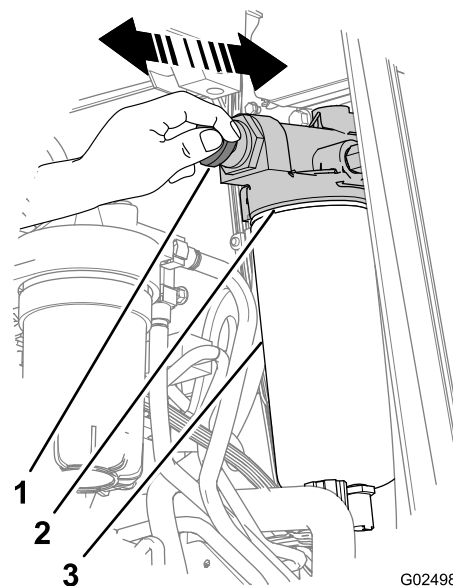

Figura 76
3. Pulite la testa della pompa del carburante e la pompa di innesco utilizzando un detergente spray ad asciugatura rapida e aria compressa (Figura 76).
4. Sbloccate la maniglia della pompa di innesco ruotandola **in senso antiorario** (Figura 76).
5. Pompate la maniglia di innesco (Figura 76) fino a quando non sentite una resistenza e non è più possibile pompare la maniglia (circa 140-150 movimenti per filtri asciutti o 20-60 movimenti per filtri pre-riempiti).
6. Bloccate la maniglia della pompa di innesco manuale girandola in senso orario finché non è completamente in sede (Figura 76).